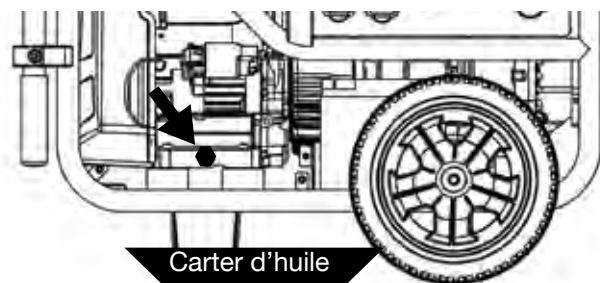

Figure 16 - Bouchon de vidange d'huile
3. Placez le carter d'huile (ou un récipient approprié) sous le bouchon de vidange d'huile (voir Figure 16).
5. Retirez le bouchon de vidange d'huile (voir Figure 16). Une fois retiré, placez le bouchon de vidange d'huile sur une surface propre..